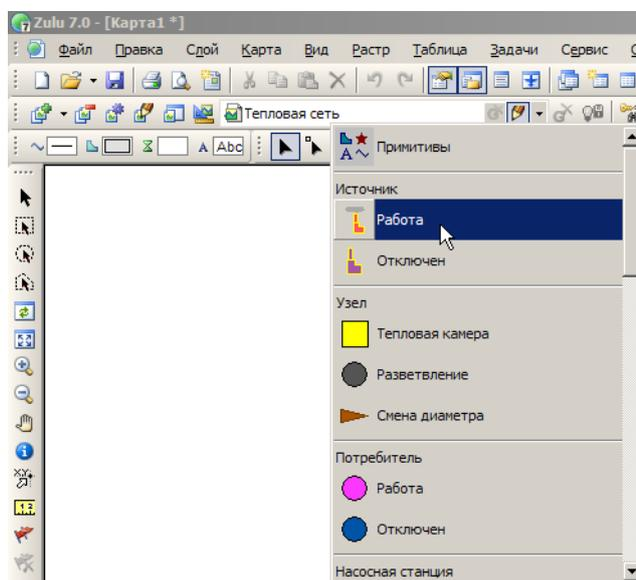

Рисунок 5.2. Выбор режима источника
2. Нажать кнопку выбор типа  и в выпадающем списке выбрать режим источника Работа (т.е. включен), см. Рисунок 5.2, «Выбор режима источника».